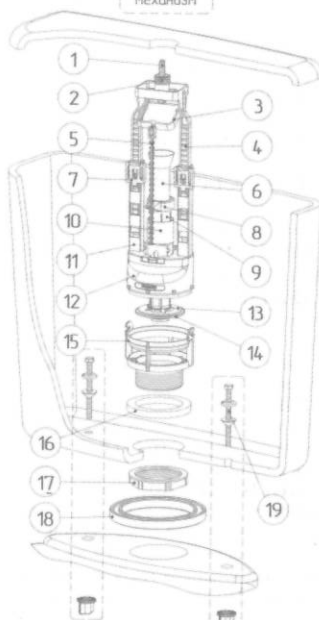

Рисунок 1 - Арматура спускная (СБ1, СБкм, СБ2м)
1. Снимите крышку с бачка. Отсоедините от спускной арматуры корпус нижний 15. Наденьте на корпус прокладку 16, установите в бачок и закрепите гайкой 17, усилие затяжки гайки – не более 3 Н·м. Разместите на полке унитаза прокладку между бачком и унитазом 18 (входит в комплект). Закрепите бачок на унитазе с помощью крепежа (входит в комплект), схема крепления (см. рис. 1). Во избежание течи из-под прокладки между бачком и унитазом крепежные гайки затягивайте равномерно с двух сторон.